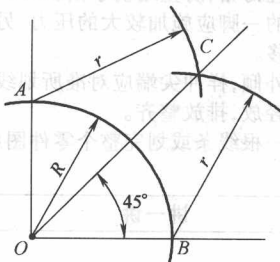

图 1-20 划 45°线
(1)划 45°线(图 1-20) 先划直角线,以直角的顶点 O 为圆心、 R 为半径划圆弧,交两边于 A 、 B ;再分别以 A 、 B 为圆心、 r 为半径划圆弧交于 C 点;连接 OC ,此直线就是该直角的二等分线,即 45°线。